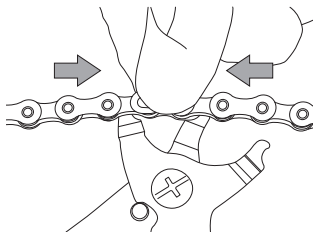

Fig.11
- Comprimate la C-Link™ spingendo da entrambi i lati (interno ed esterno) e contemporaneamente azionare la pinza per avvicinare i due perni (Fig. 11).